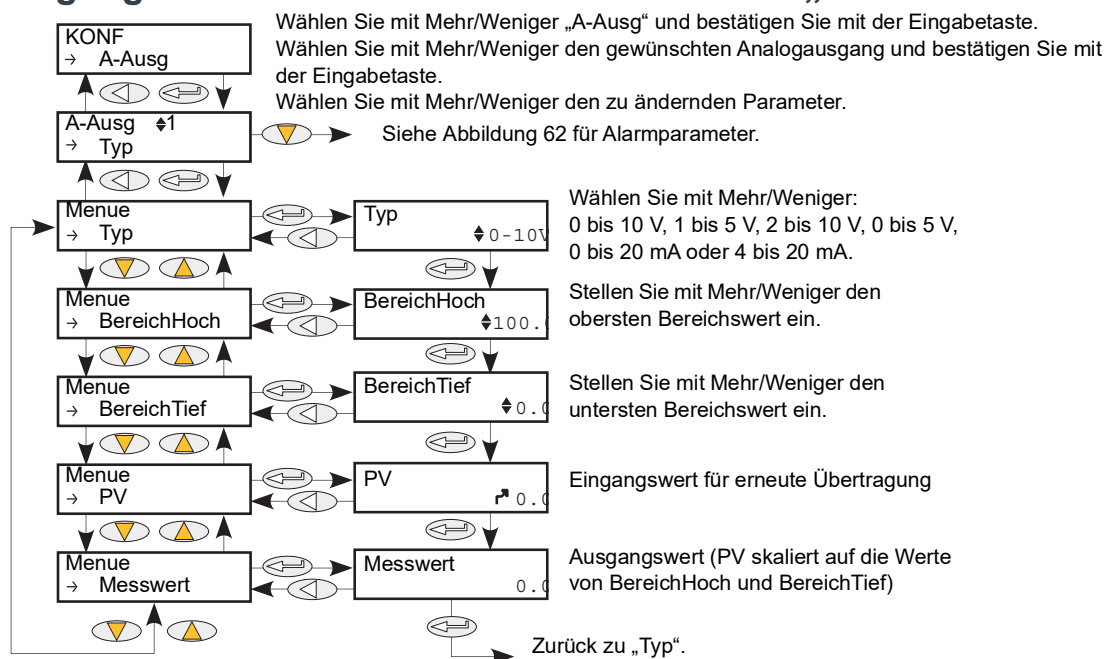
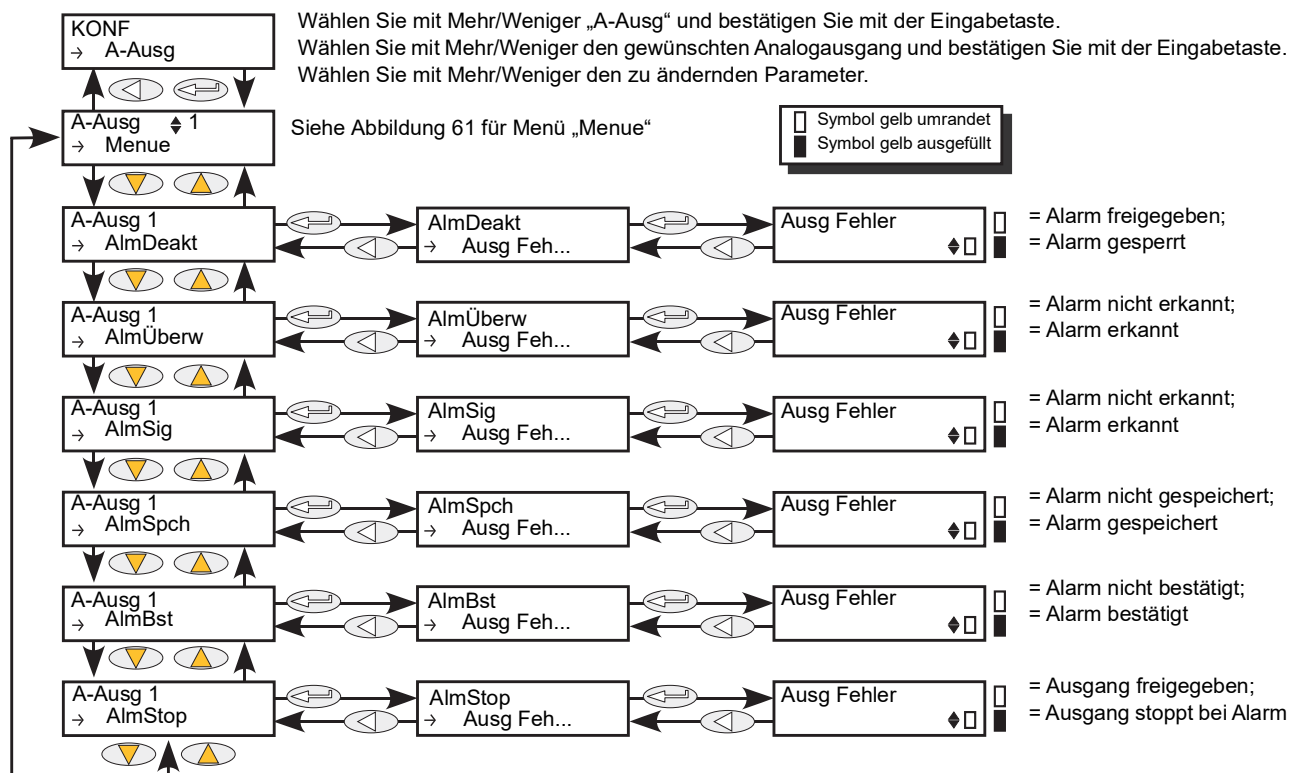

Abbildung 61 Analogausgang Menü „Menue“
Abbildung 62 Zugriff auf Alarmparameter des Analogausgangs
Bietet einen Strom- oder Spannungsausgang, der anhand von „BereichHoch“ und „BereichTief“ auf eine Prozessvariable (PV) skaliert wird. Abbildung 61 zeigt das primäre Untermenü zur Konfiguration; Abbildung 62 die Alarmparameter.